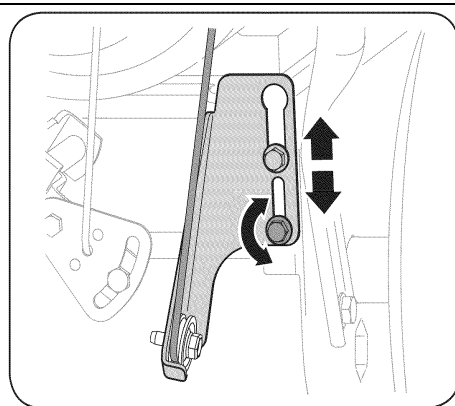

Рис. 20
5. Ослабьте нижний шестигранный болт на кронштейне приводного троса См. Рис. 20.